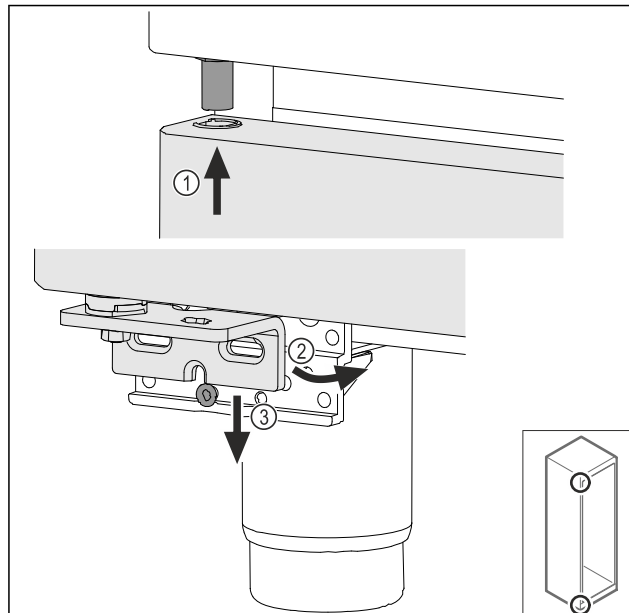

Fig. 70
- ▶ Nałożyć lekko przechylone drzwi Fig. 70 (1), ustawić drzwi prosto Fig. 70 (2) i założyć od dołu na śrubę płytki zawiasu Fig. 70 (3).